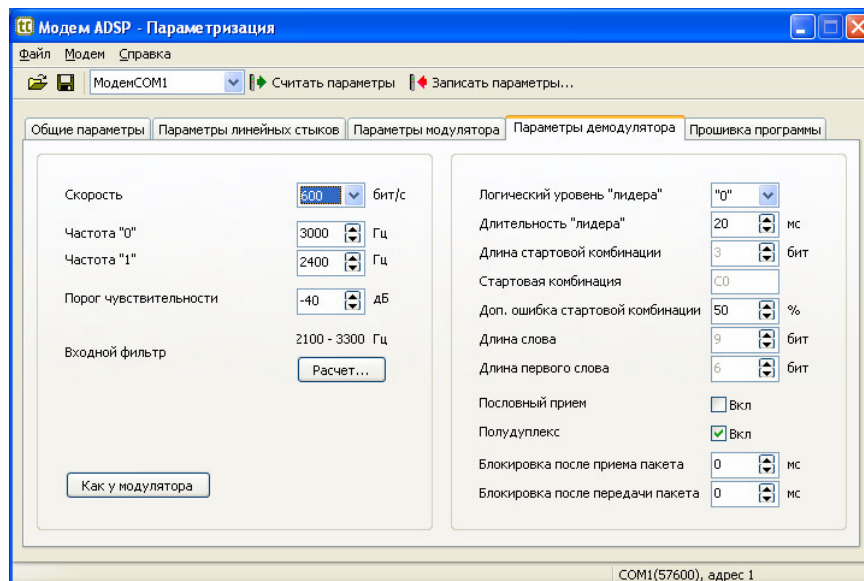

Рисунок 13 – Закладка «Параметры демодулятора»
- установить на закладке «Параметры демодулятора» (рисунок 13) опцию «Полудуплекс» и нажать кнопку «Как у модулятора»;